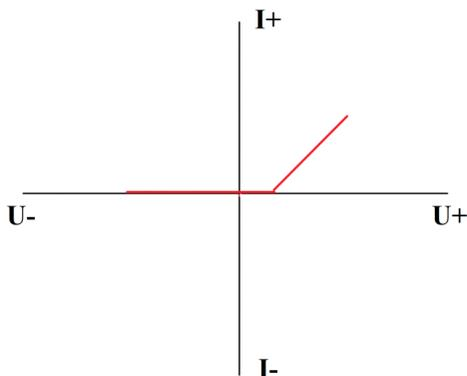

Рисунок 13. Внешний вид графика ВАХ соединения диода и резистора.
- Соединение диода и резистора выглядит следующим образом (Рисунок 13):